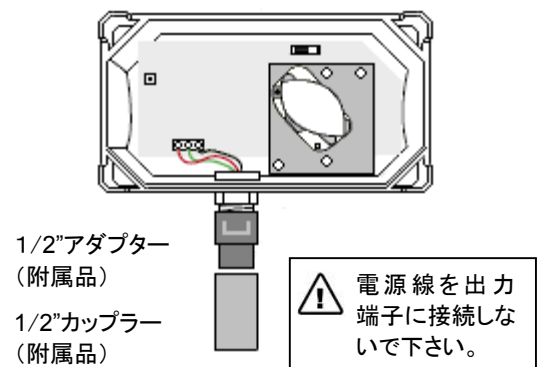

図 5. 配線図
- 2) 本体下部の配線口からケーブルを通します。(図 5 参照)